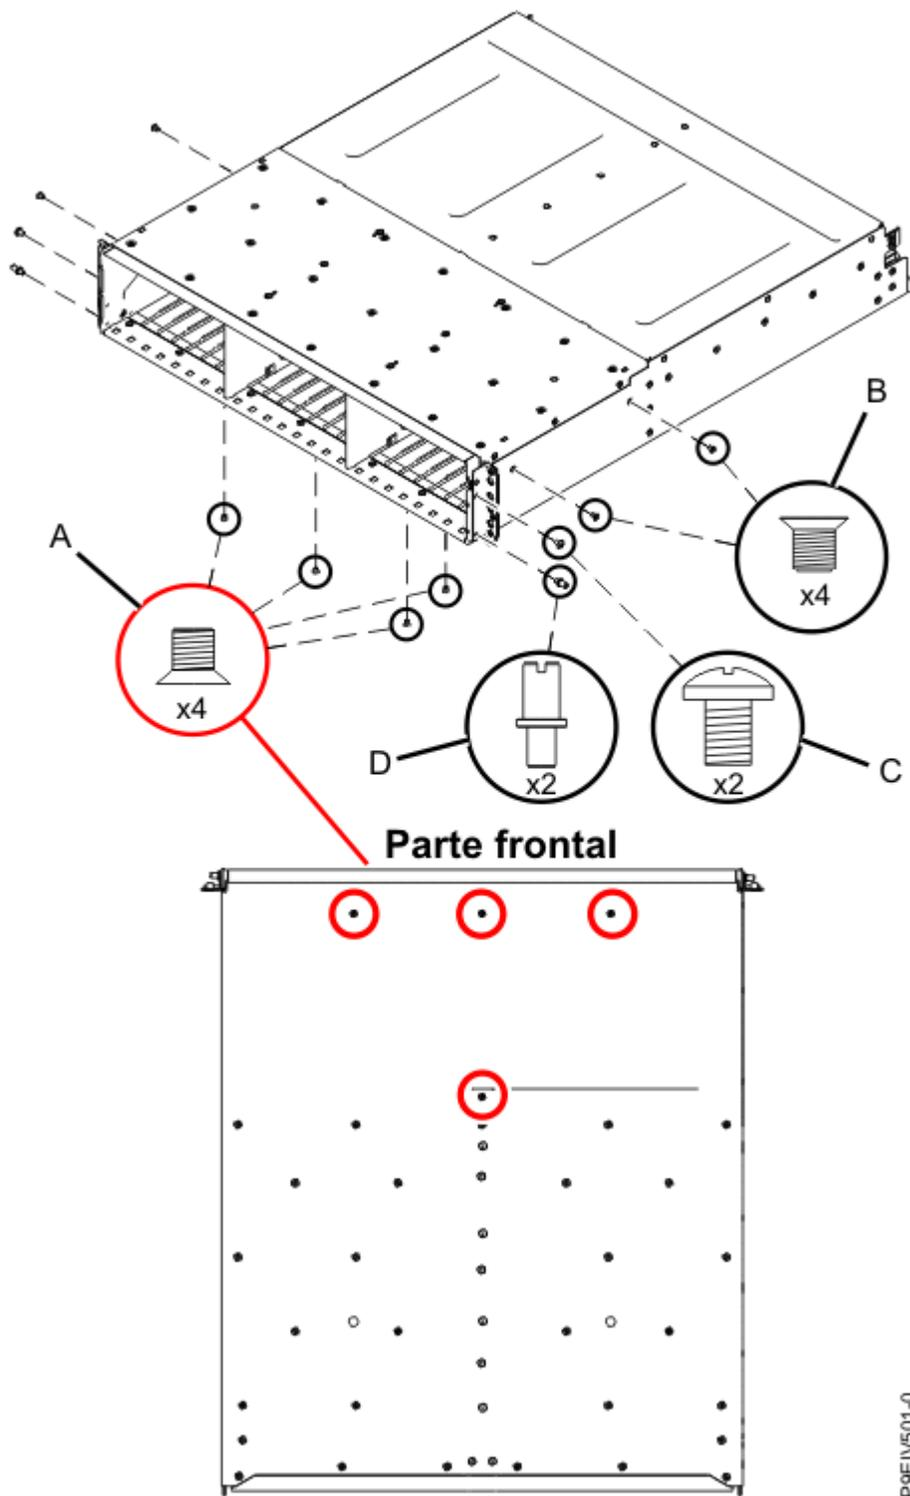

Figura 2. Extracción de los tornillos del conjunto de la placa media
8. Extraiga los tornillos del conjunto de la placa media, como se muestra en la Figura 2 en la página 14.
Consulte la Figura 2 en la página 14.